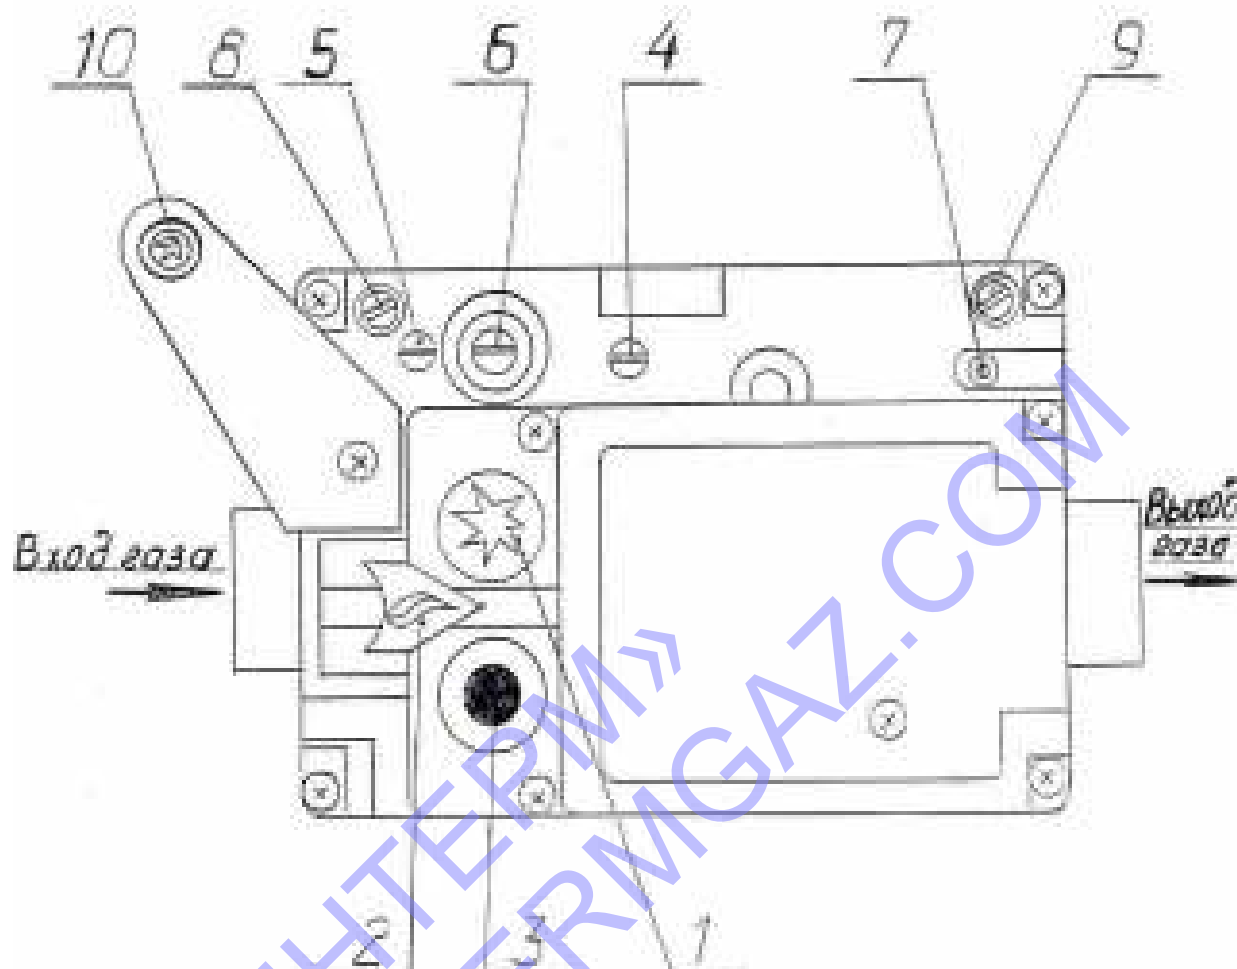

Рис.5. Элементы управления газовым котлом.
6.3.5. Нажмите кнопку «*» (п.1 рис.5) и удерживайте её полностью нажатой – проход газа к запальной (пилотной) горелке открывается. Не отпуская кнопку «*», нажмите кнопку пьезовоспламенителя 10 до щелчка. Контролируйте розжиг запальной горелки через смотровое отверстие щитка.
6.3.8. Для включения основной газовой горелки нажмите поперечную кнопку (поз. 2, рис. 5).
6.7. Для полного выключения котла нажмите кнопку « » (поз.3 рис.5) полностью.